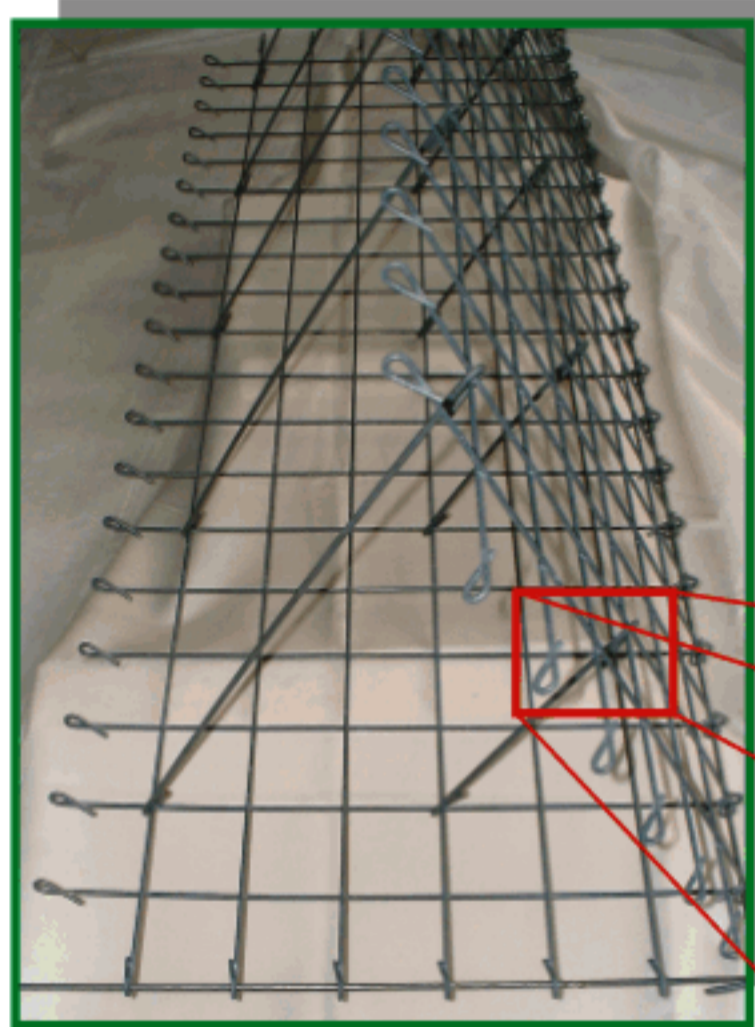

Bild 1:
- Bild 1 -
- Distanzhalter im Abstand von 20 cm und folgend 40 cm (je 2 Stück) einhängen und an den Enden umbiegen (Bild 1).